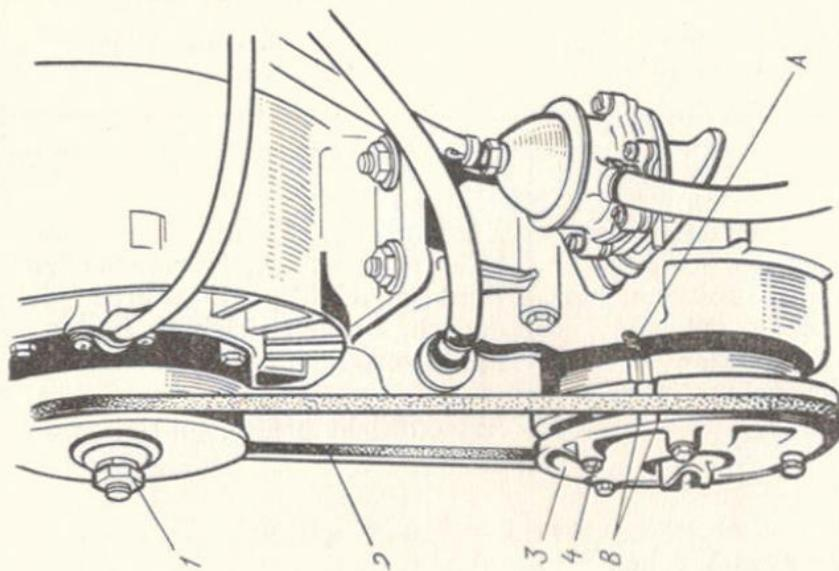

Bild 35. Fliehkraft-Ölfilter und Lüfter-
Zur Reinigung des Fliehkraft-Ölfilters Mutter 1 (Bild 35) um einige Umdrehungen lockern und Antriebsriemen 2 des Lüfters abnehmen. Danach mit der Andrehkurbel Riemenscheibe 3, welche gleichzeitig der Deckel des Ölfilters ist, drehen und der Reihe nach die sechs Schrauben 4 lockern. Zur Erleichterung des Zusammenbaues Abbau und Montage der Riemenscheibe bei Übereinstimmen der Marke "BMT" (OT) mit dem Vorsprung A am Deckel des Steueräderkastens vornehmen.
Kurbelwelle bis zum Übereinstimmen der Marke "BMT" (OT) an der Riemenscheibe 3 (Bild 35) mit dem Vorsprung A am Deckel des
Zündung einschalten und Kurbelwelle mit der Andrehkurbel drehen. Bei richtig eingestelltem Zündzeitpunkt soll die Lampe bei Übereinstimmen der Marke "M3" (Zündzeitpunkt) am Deckel des Fliehkraft-Ölfilters mit dem Vorsprung A am Deckel des Steuerräderkastens (Bild 35) aufleuchten. Der Läuferkontakt soll zu diesem Zeitpunkt mit dem zur Zündkerze des ersten Zylinders führendem Kabel übereinstimmen.